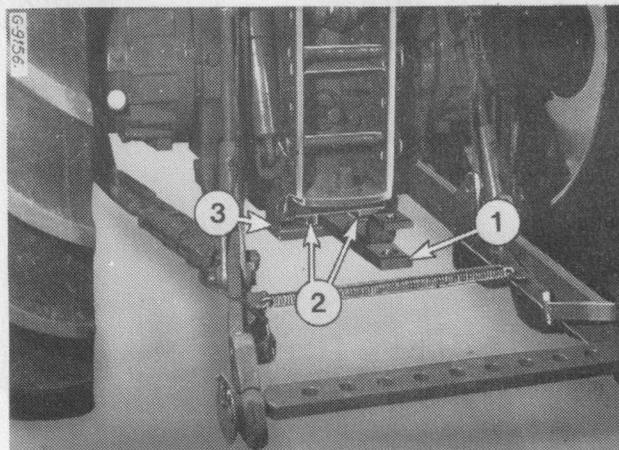

Figure 33
La barre d'attelage oscillante (1) - Figure 33 - permet l'ajustement latéral des points d'attelage lors des virages à court rayon de braquage, lors de l'utilisation d'instruments à disques par exemple.
Si l'outil porté est une charrue, réglez la longueur de la barre du 3ème point (1) - Fig. 33 - de sorte que les corps de charrue avant et arrière à la même profondeur.